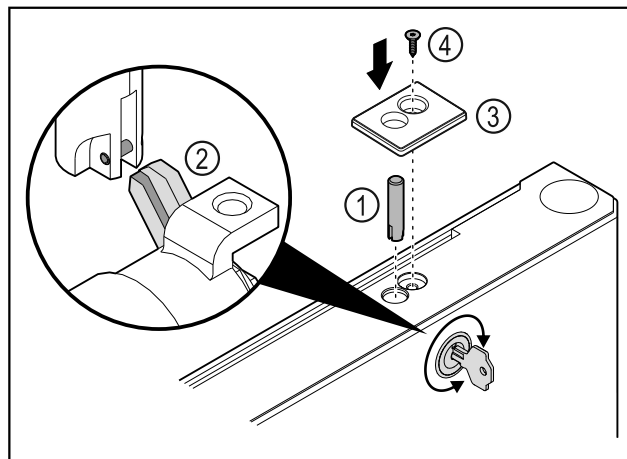

Fig. 47
- ▶ Założyć śrubę zamka Fig. 47 (1).
- ▶ Lekko przekręcić zamek, aby śruba zamka Fig. 47 (2) zatrzasnęła się w szczelinie zamka.
- ▶ Założyć ostonę Fig. 47 (3).
- ▶ Założyć śrubę Fig. 47 (4).